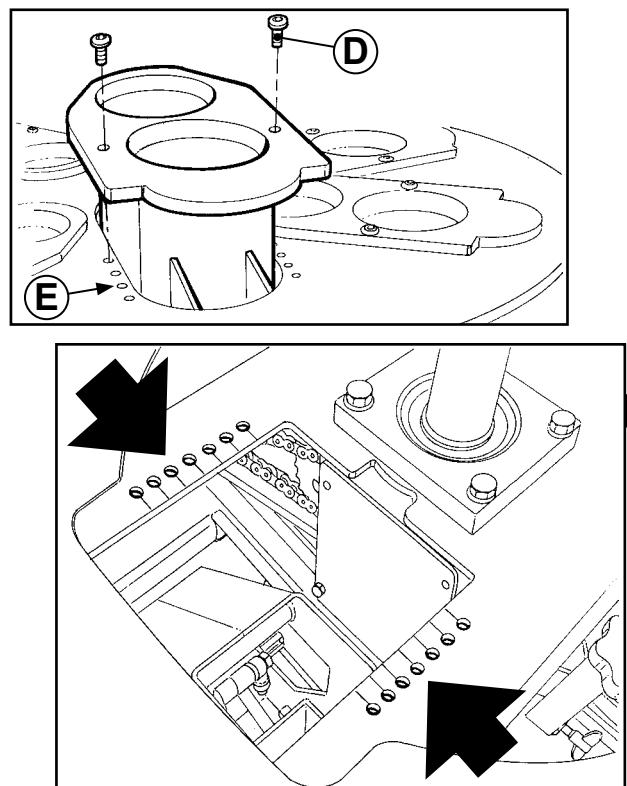

Fig. 1
- 7) Prendre le groupe de repiquage et le déplacer jusqu'à ce que les deux trous de la commande d'ouverture des godets (**H**) se trouvent en correspondance des trous de la distance choisie (**Fig. 1**).
- 7) Tome el grupo de trasplante y desplácelo hasta que los dos agujeros del mando de apertura del vaso (**H**) se encuentren en correspondencia con los agujeros de la distancia elegida (**Fig. 1**).
- Togliere una ruota rincalzo (A) e sfilare la copiglia (B) che blocca il vomere (C - Fig. 1).